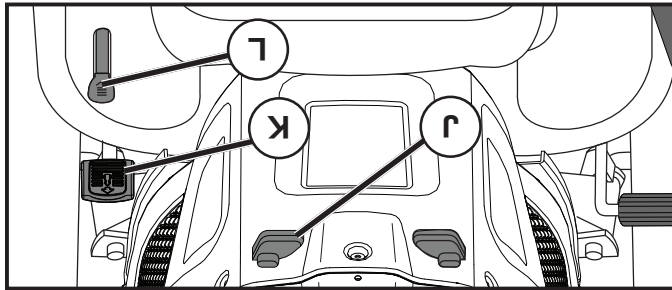

Fig. 7
(Voir la Fig. 7)
VITESSE (J) (Voir la Fig. 7)